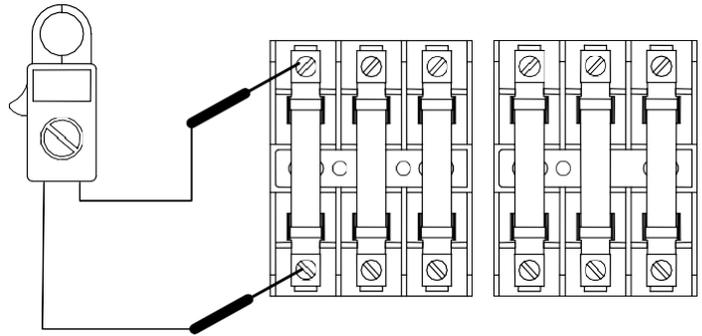

Ilustración 6
5. Verifique la continuidad entre los terminales de tornillo superiores e inferiores del bloque de fusibles para cada fusible individual, seis en total (consulte la Ilustración 6).